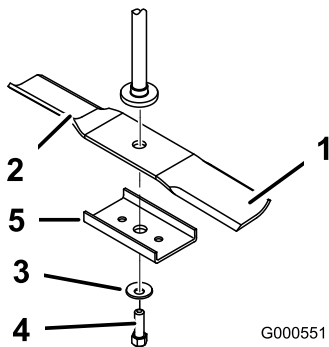

Figure 40
Tenez la lame à son extrémité avec un chiffon ou un gant épais. Enlevez le boulon, la rondelle bombée, le renfort et la lame de l'axe (Figure 40).
1. Placez la lame sur l'axe (Figure 40).
2. Montez le renfort, la rondelle bombée (face concave vers la lame) et le boulon de lame (Figure 40).